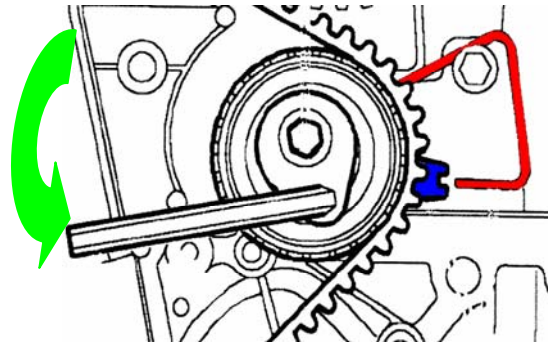

Abb. 4
- Drehen Sie den Riemenspanner mit dem dafür vorgesehenen Innensechskantschlüssel (6 mm) gegen den Uhrzeigersinn, bis der Zeiger von oben nach unten läuft und wie in **Abb. 4** mit dem elastischen Draht ausgerichtet ist.